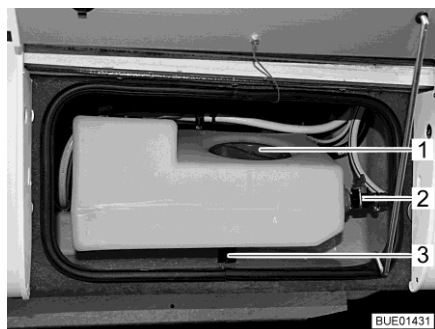
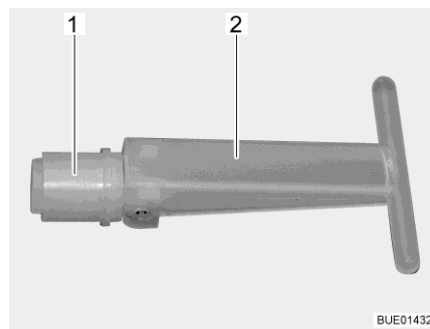

Bild 165 Extra vattentank
Bild 166 Propp
När tömningsventilen (Bild 165,2) är öppen, är extra vattentankens volym begränsad till ca 30 l; överflödigt vatten rinner ut. När tömningsventilen är stängd är hela tankvolymen tillgänglig.
När proppen (Bild 166,1) invändigt i extra vattentanken dras ur, rinner vatten ut genom utloppet (Bild 165,3). Proppen är åtkomlig via serviceöppningen (Bild 165,1).
- Säkerställ att proppen (Bild 166,1) i extra vattentanken är stängd (handtaget (Bild 166,2) är nedfällt).
- Säkerställ att tömningsventilen (Bild 165,2) är stängd.
- Öppna serviceöppningen (Bild 165,1) i extra vattentanken.
- Ställ handtaget (Bild 166,2) på proppen (Bild 166,1) vertikalt genom serviceöppningen och dra ut proppen.